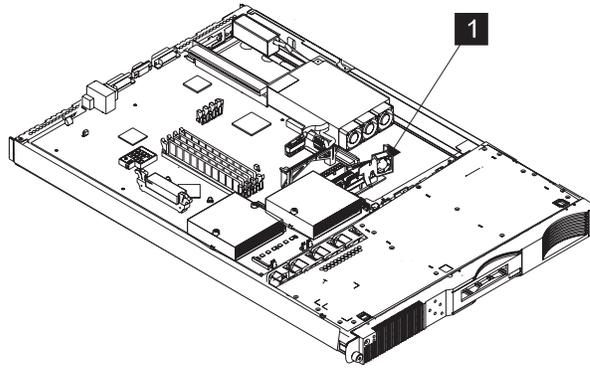

図 116. SAN ポリウム・コントローラー 2145-4F2 ディスク・ドライブ・ファンの取り外し
5. ディスク・ドライブ・ファンの右側を前方にスライドさせて、ファン・アセンブリー **1** 全体を取り外します。次にアセンブリーをクリップから引き離します。435 ページの図 116 を参照してください。